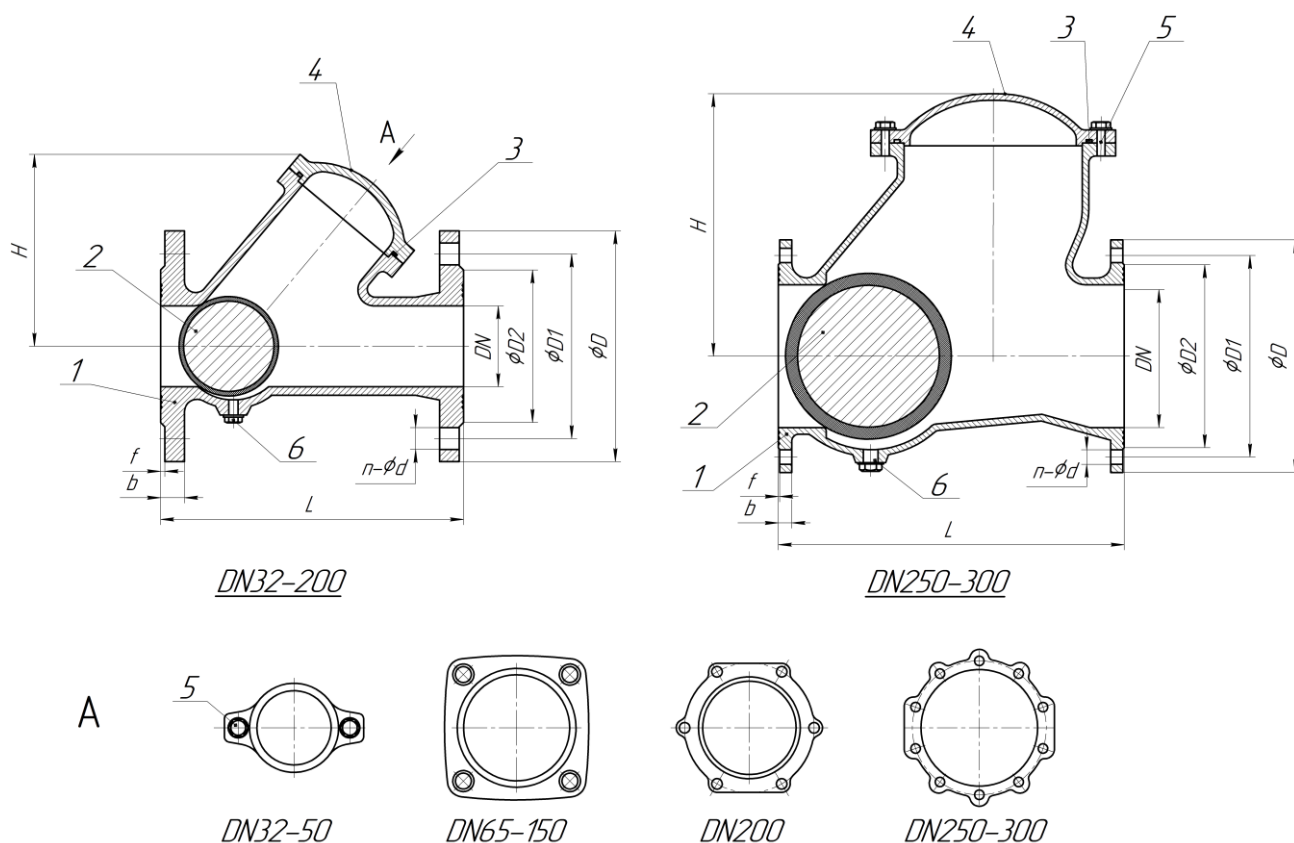

Рисунок 1. Конструкции клапана
1.2.7. Основные размеры и массогабаритные характеристики приведены на рис.1, в табл. 2. Допустимое отклонение от указанной массы – 5%.
1.3.1. Основные элементы конструкции клапана приведены в табл.1, на рис.1.
1.3.2. Под действием прямого потока рабочей среды шар 2 перемещается под крышку корпуса 4 и открывает клапан (рис.1). При отсутствии прямого потока рабочей среды, под действием собственного веса, шар 2 опускается и перекрывает обратный поток среды.